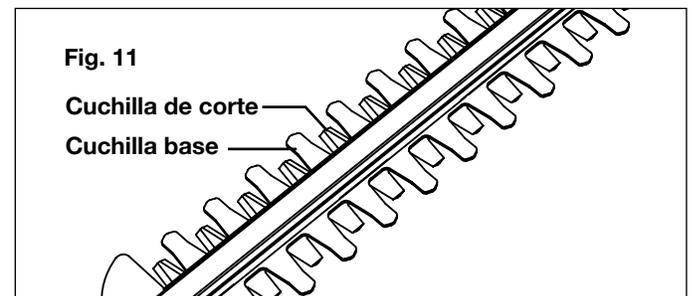

Fig. 11
1. Arranque la bordeadora de arbustos, y luego deténgala cuando las cuchillas de corte y el protector estén ligeramente desalineados. Esto permitirá un espacio para la lima entre la cuchilla de corte y la cuchilla base (Fig. 11).